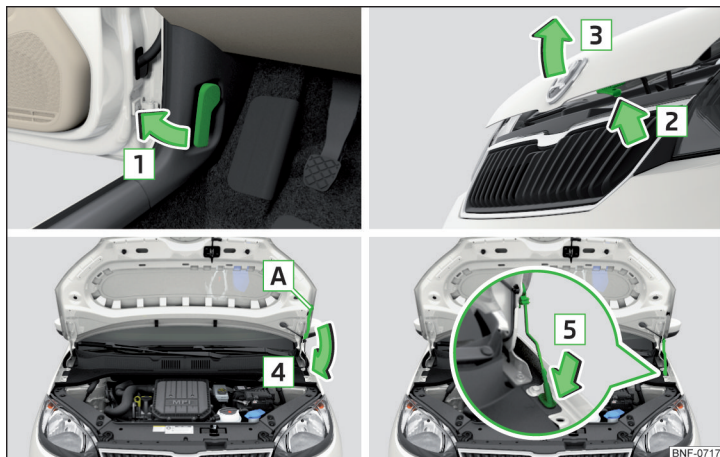

Рис. 136 Відчинення капоту
- Відкрийте передні двері, та потягніть важіль відпирання під панеллю приладів у напрямку стрілки **1** » Рис. 136,